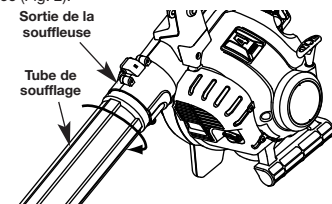

Fig. 2
3. Faites tourner le tube de la souffleuse dans le sens des aiguilles d'une montre dans la sortie de la souffleuse jusqu'à ce que le tube se verrouille en place (Fig. 2).